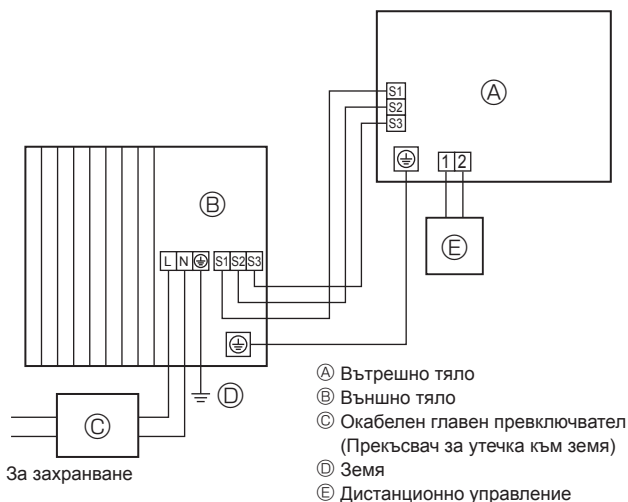
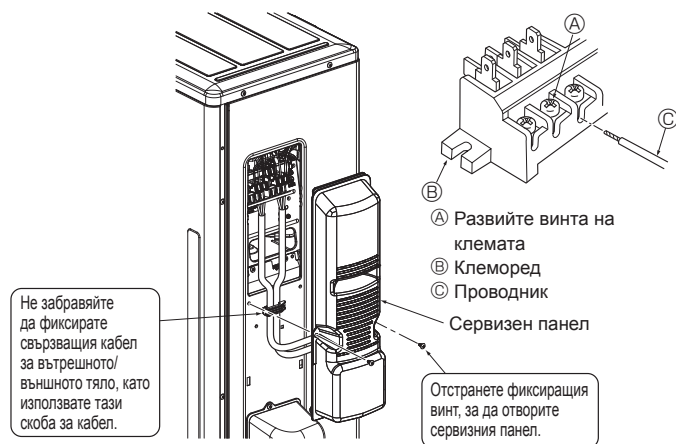
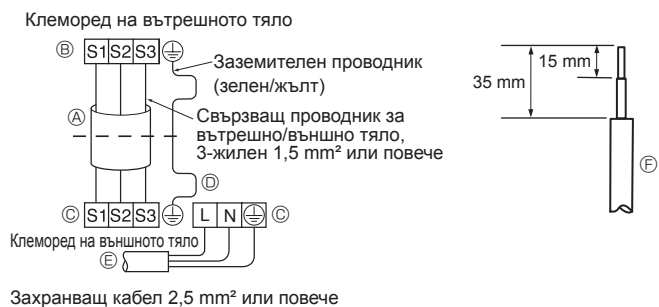

Fig. 6-1
Fig. 6-3
Fig. 6-2
6.1. Външно тяло (Fig. 6-1, Fig. 6-2, Fig. 6-3)
- ① Отстранете сервисния панел.
- ② Опроводете кабелите, като направите справка с Fig. 6-1, Fig. 6-2 и Fig. 6-3.
- Изпълнете опроводяването, както е показано на диаграмата долу вляво. (Закупете кабела от местните магазини) (Fig. 6-2) Уверете се, че използвате само кабели с правилния поляритет.